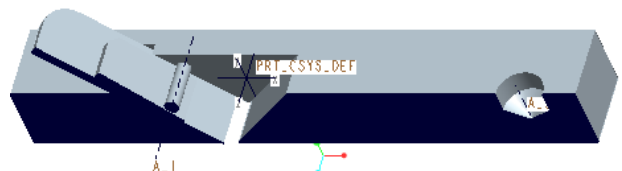

図 4-82 2次断面ハッチングなし
- オプションボックス内の「表示」をクリックするとハッチングや塗りつぶし画像表示の「ON-OFF」キーになる。ハッチング表示した後に「表示」を一回クリックすると図 4-82 に示す、ハッチング無し 2 次断面になる。